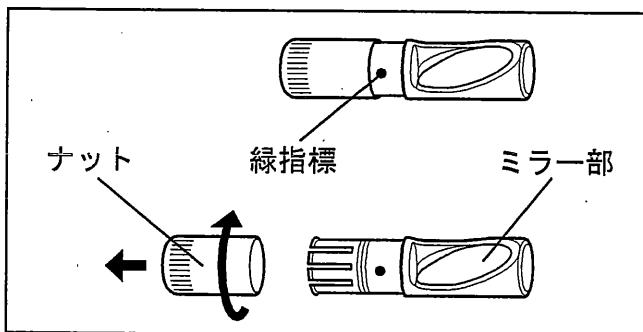

図 3.14
2. スコープ先端部側面及び側視ミラーアダプター固定みぞおよび側視ミラーアダプターの接続内径及びねじ部（図 3.14 参照）に異常な変形や異物がないかどうかを点検します。
1. 側視ミラーアダプターをスコープ先端部に差し込む際は、ナットの位置を緑指標が完全に見えている状態にします（図 3.14 参照）
- 緑指標が完全に見えている状態から、さらにナットを緩めるとナットがミラー部から外れます。ナットを取り外すと、ナットを紛失したり、ツメの部分が変形するおそれがあります。側視ミラーアダプター内部をクリーニングする時以外は、ナットを取り外さないでください（図 3.14 参照）。